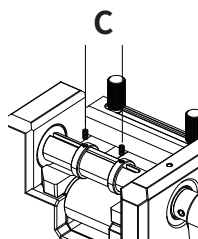

図7
- 3.図7に示すように、Oを使って、定位リングの固定ねじを外します。